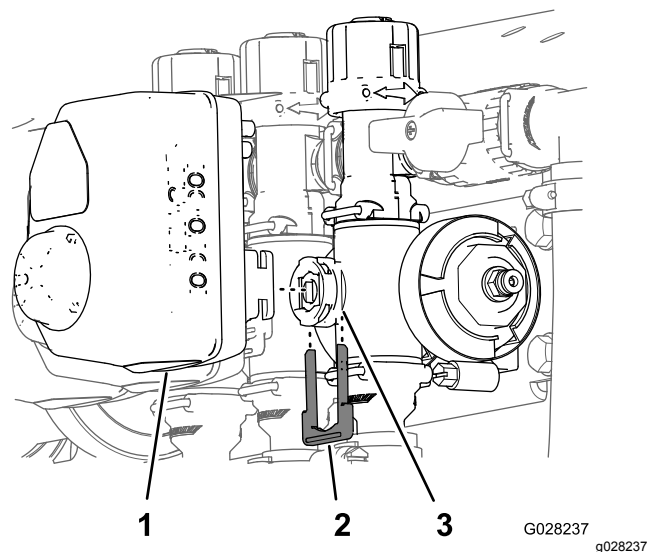

Figura 112
3. Retire o retentor que fixa o acionador à válvula do coletor para a válvula de controlo de aplicação, agitação, mestre ou válvula da secção (Figura 112).